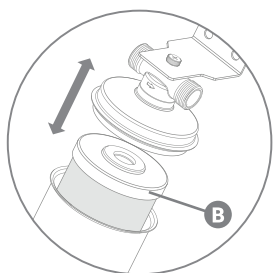
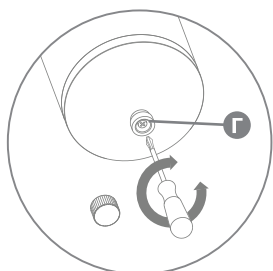

Рис. 5
Рис. 6
4. Извлеките старый картридж (В) (рис. 5). Если картридж зажат прижимом (Г) на дне колбы (рис. 6), слегка ослабьте его через отверстие сливной горловины с помощью отвёртки, чтобы картридж свободно вышел.